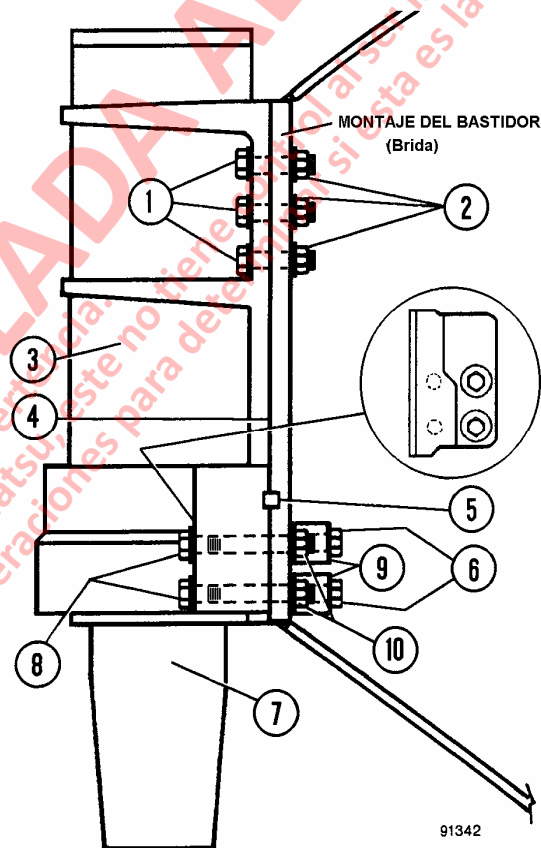

FIGURA 2-3. MONTAJE DE LA SUSPENSION
- Retire los pernos (1, Figura 2-3).
- Retire los pernos (8).
- Retire los pernos (6) y los espaciadores (9).
4. Coloque un montacargas o dispositivo de levante en la suspensión y monte la suspensión al chasis del camión asegurándose que la barra de seguridad (5, Figura 2-3) esté a nivel con el extremo de la ranura de la suspensión. Instale catorce pernos (1, 6 y 8) con las golillas endurecidas y las tuercas. (Se usa una golilla plana debajo de cada cabeza de perno y de cada tuerca). Los cuatro orificios inferiores requieren espaciadores (9). Apriete cada perno, pero no apriete completamente en este momento.
7. Apriete los catorce pernos (1, 6, y 8, Figura 2-3) a un torque de **542 ± 5 N.m (400 ± 40 ft. lbs.)**. Use una llave de torque de calibre conocido.
10. Para los cuatro pernos (1, Figura 2-3) en el montaje superior, apriete los pernos inicialmente a un torque de **95 N.m (70 ft. lbs.)**, luego avance la cabeza del perno en 60° usando los pasos 10a al 10c. Consulte la Figura 2-6.
Para los cuatro pernos inferiores (6, Figura 2-3), apriete inicialmente los pernos a un torque de **136 N.m (100 ft. lbs.)**, luego avance la cabeza del perno en 120° usando los pasos 10a a 10c. Consulte la Figura 2-7.